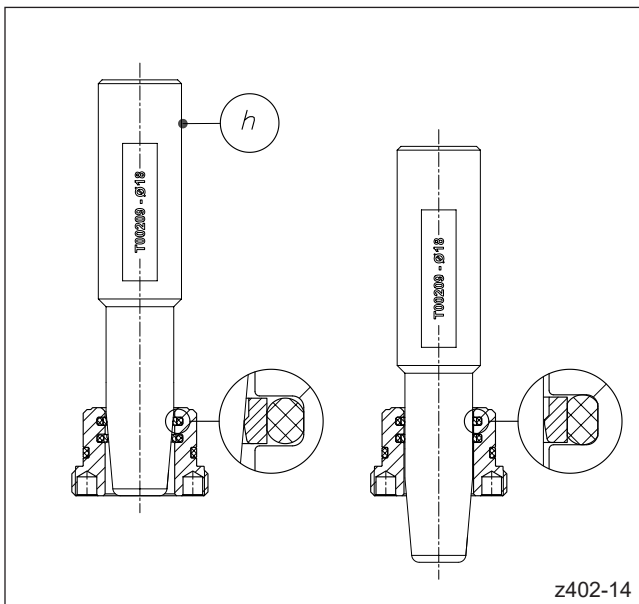

Abbildung 132: Innendichtungen kalibrieren
17. Anschließend die Innendichtungen mit dem Kalibrierdorn (Pos. h) kalibrieren (vgl. Abbildung 132). Dazu diesen langsam und gleichmäßig in den Gehäuseschraubdeckel bzw. Gehäuseboden (Variante 1) einführen und wieder herausziehen.